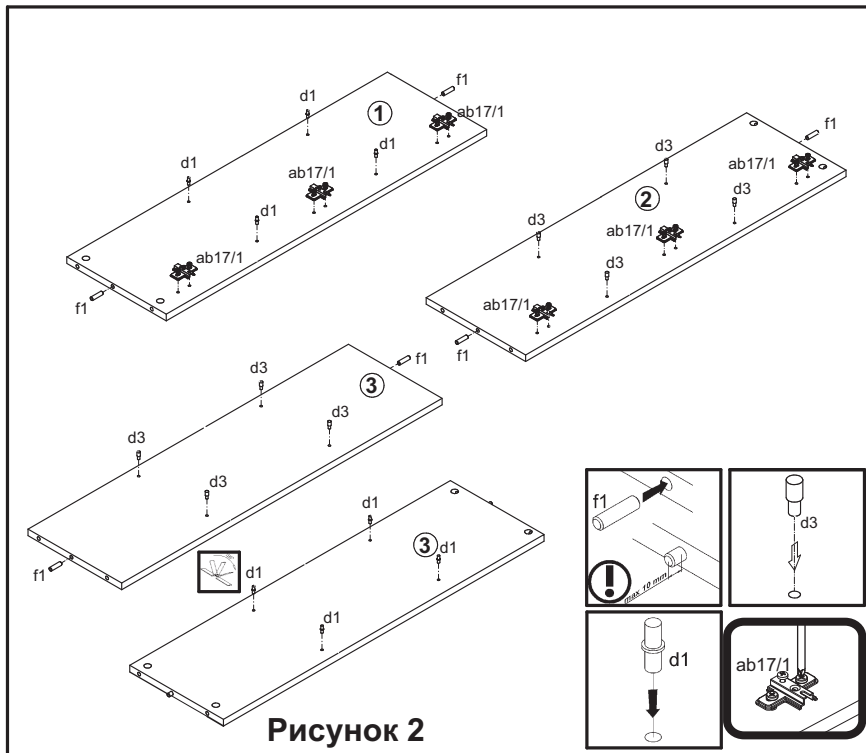

Рисунок 2
4. В отверстия **∅5 мм** на лев ой поверхности стенки боковой правой **2**, на правой поверхности стенки средней **3** вставить полкодержатели **d3** (см. рис. 2,8).
5. В отверстия **∅5 мм** на правой поверхности стенки боковой левой **1**, на левой поверхности стенки средней **3** вставить полкодержатели **d1** (см. рис. 2,8).